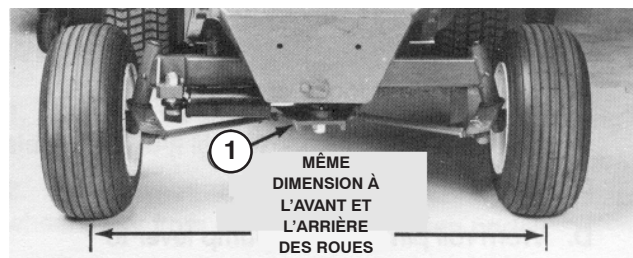

Figure 66
2. Desserrez les écrous de blocage sur les deux biellettes. Réglez les biellettes jusqu'à ce que l'entraxe soit égal à l'avant et à l'arrière des roues arrière (Fig. 66).